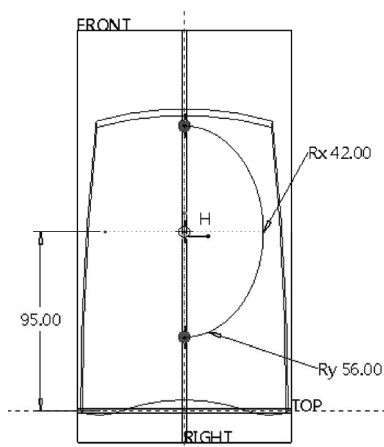

图 12-94 绘制图形
4) 绘制图 12-94 所示的图形, 单击✔(确定)按钮。